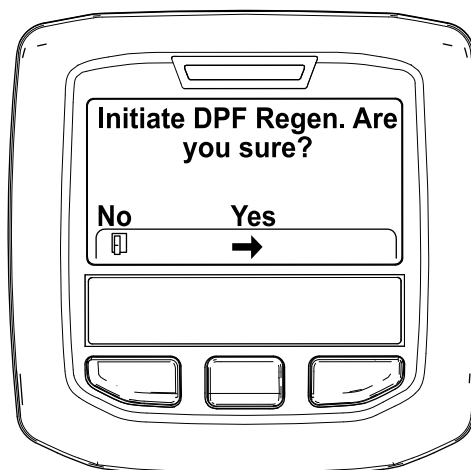

Bild 34
4. Wenn die Meldung „Initiate DPF Regen. Are you sure?“ angezeigt wird, drücken Sie die mittlere Taste (Bild 34).